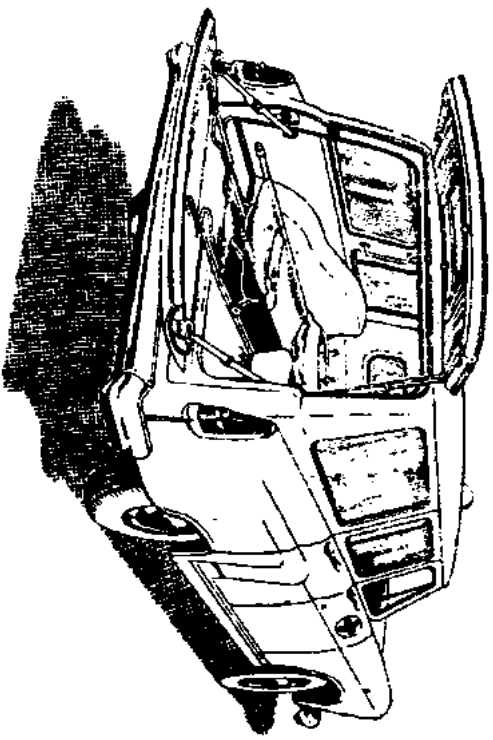

Рис. 97. Вид на санитарный автомобиль с открытой дверью задка.
**Кузов санитарной автомобиля** — металлический, пятидверный, пятиместный имеет два отделения: вперед—два сиденья, одно из них для водителя, сзади—раскладной столик, два раскладных сиденья и одно лежачее место на съемных носилках (рис. 97). Между обшивкой отделениями кузова имеется переговорное отверстие с заслонкой.